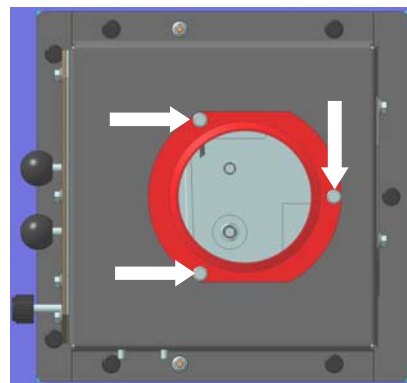

Abb. 7: Verschraubungen Verbrennungsluftstutzen
1. Die drei Schrauben des Verbrennungsluftstutzens herausdrehen (Abb. 7) und den Stutzen entnehmen,